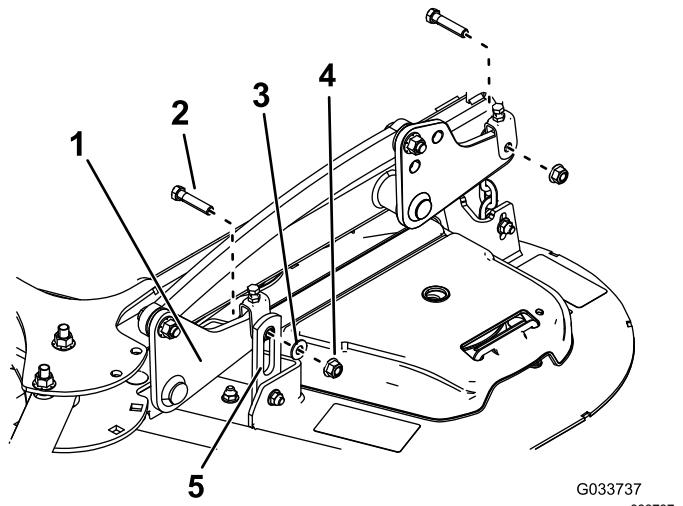
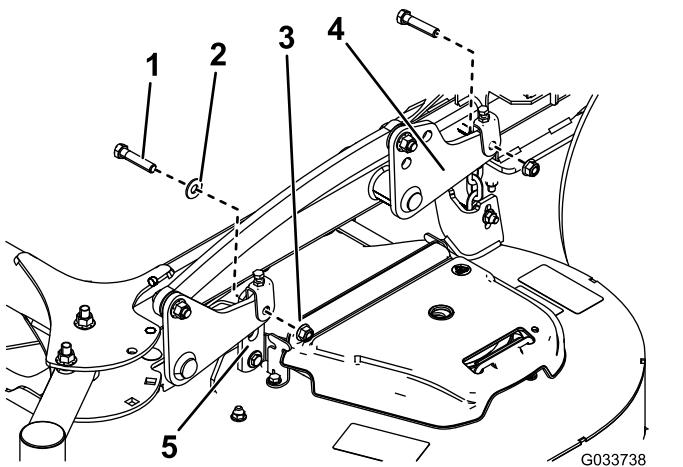

Figure 75
Figure 76
5. Retirez les 2 boulons, les 2 écrous et la rondelle qui fixent les pattes de support du tablier aux plaques de levage des deux côtés du tablier de coupe (Figure 75 et Figure 76).
Remarque: Pour les tabliers de 132 cm (52 po), montez les pattes de support avant à l'extérieur des bras de levage avant (Figure 75). Pour les tabliers de 152 cm (60 po), montez les pattes de support avant à l'intérieur des bras de levage avant (Figure 76).